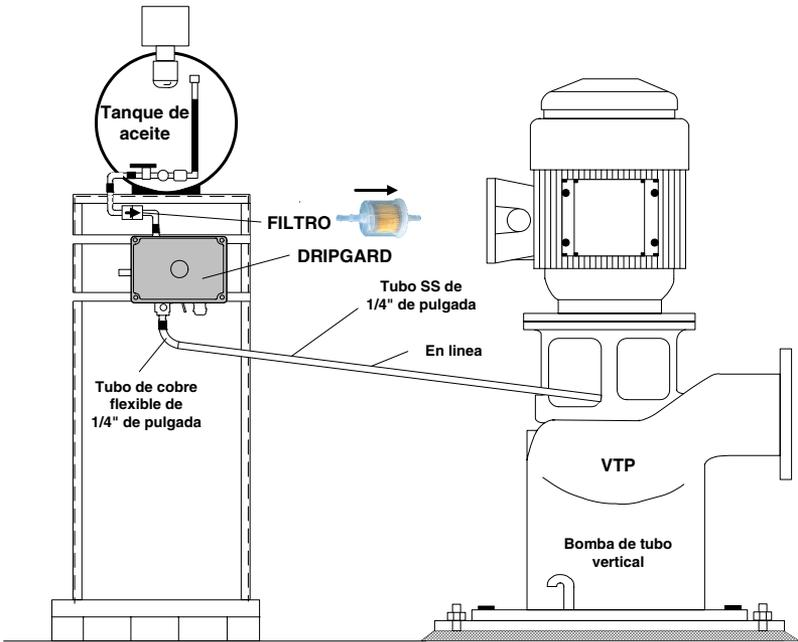

Figura 4: Requisitos para la instalación
Importante: La separación relativa entre el tanque de aceite, el Drippard, y la entrada del eje prolongado debe ser realizada de acuerdo a la Figura 4. Asegúrese de que el ángulo del tubo de cobre sea suficiente para el flujo de gravedad desde el Drippard hasta el eje de transmisión.
6. Instale la entrada del filtro de aceite como se muestra en la Figura 4, y observe que el filtro sea direccional.